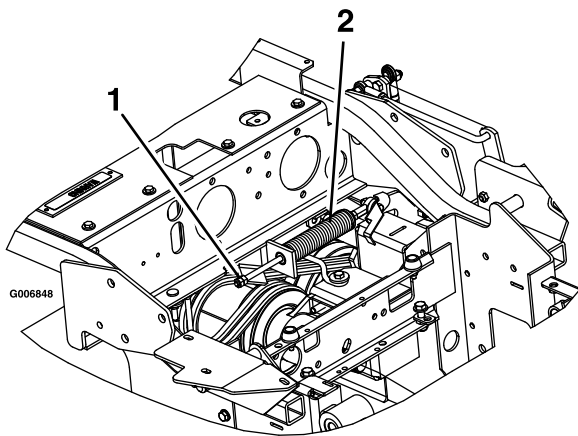

Figura 56
3. Localice el muelle del freno y desenrosque las dos contratuercas hasta el extremo de la varilla del muelle del freno (Figura 56).